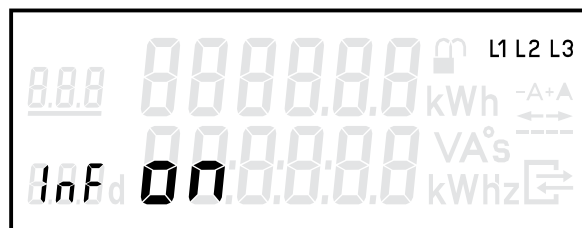

Abbildung 6
- Abbildung 6 = Aktivierung des „Vollständigen Datensatzes“ auf der INFO-Schnittstelle